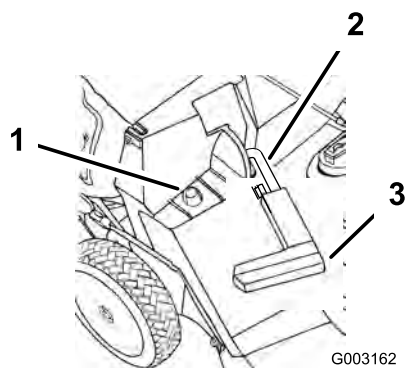

Figure 21
2. Vérifiez que la poignée du volet d'éjection est complètement abaissée vers l'avant et que le goujon est bien engagé dans son logement (Figure 21).
3. Accrochez le cadre du bac par le trou sur l'ergot de retenue situé sur l'éjecteur (Figure 21).
2. Soulevez la poignée du volet d'éjection et poussez-la vers l'avant jusqu'à ce que l'ergot de verrouillage s'engage dans le logement (Figure 21).